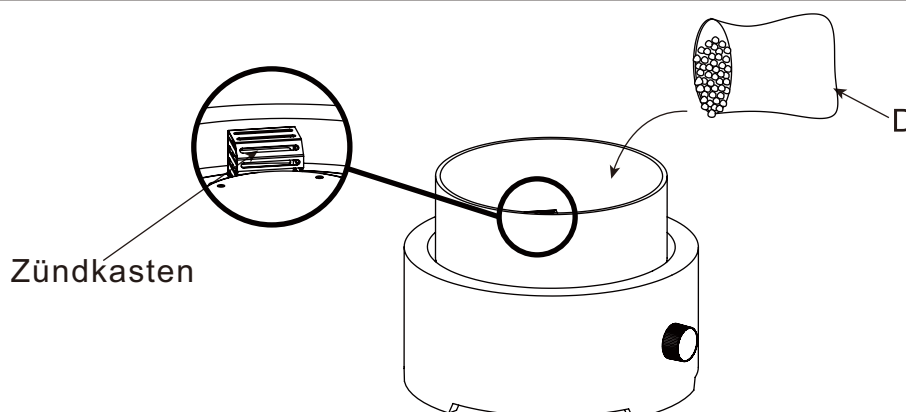

Abbildung 4
5. Legen Sie die Glasperlen (D) in den Feuerstellenkörper (B). Es wird ca. 1 kg Glasperlen benötigt (siehe Abbildung 4).